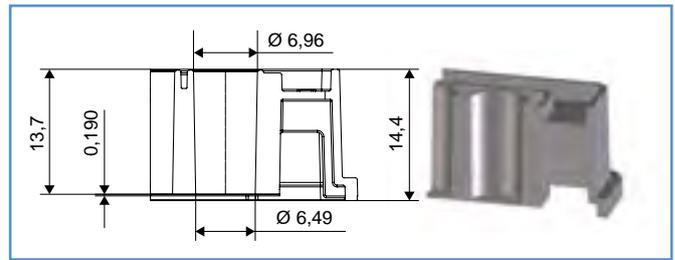

Abbildung 2: Näpfchengeometrie einer 96 Well SCREENSTAR Microplatte
- ☞ Verminderte Schattenbildung aufgrund runder Näpfcchen (Abb. 2)